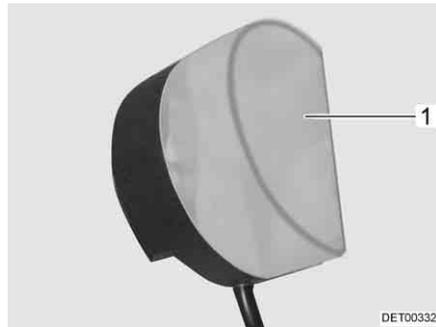

Fig. 231 Lámpara del armario ropero
- Comprimir ligeramente la cubierta de la luz (Fig. 231,1) y retirarla.